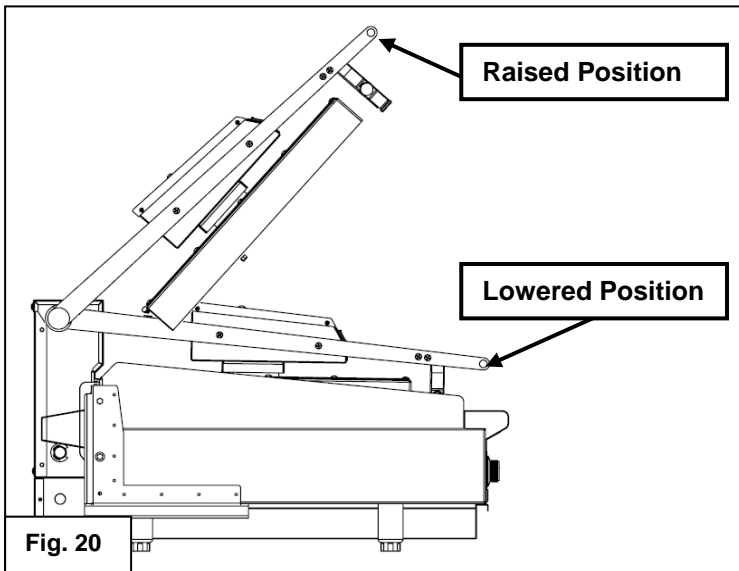

Fig. 20
22. Check range of motion as shown in Fig. 20. The assembly should hold in place at the raised, 53° position and rest under its own weight in the lowered position. Refer to page 6 for proper raising and lowering technique.
22. Vérifiez la plage de déplacement tel qu'illustré à la Fig. 20. L'ensemble devrait rester en place en position élevée à un angle de 53° et reposar de son propre poids en position abaissée. Référez-vous à la page 6 pour connaître les bonnes techniques de levage et d'abaissement